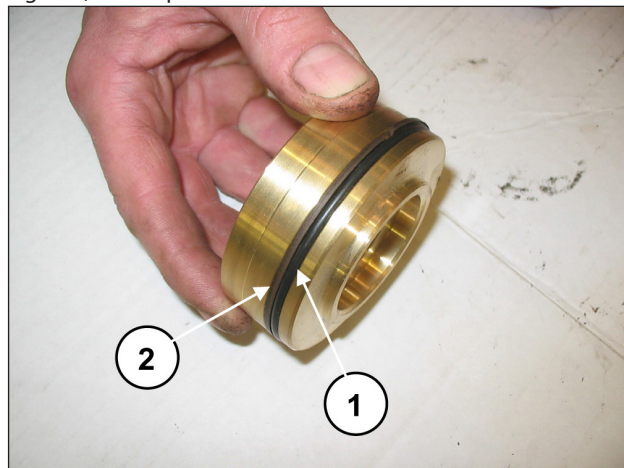

Fig. 104
Monte o anel circular, pos. de explosão nº. 17 (pos. ①, Fig. 104) e o anel anti-extrusão, pos. de explosão nº. 21 (pos. ②, Fig. 104) na tampa da válvula de fluxo.